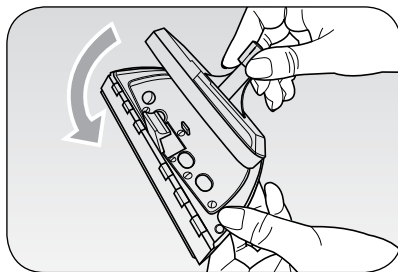

Fig. 6
Na szczotce do tkanin (11) można zamontować szczotkę do szyb. Aby zmontować oba elementy, wsunąć języczki, znajdujące się u podstawy szczotki do tkanin do zaczepów znajdujących się u podstawy szczotki do szyb. Szczotka do szyb pozwala uzyskać lśniące szyby, lustra i inne gładkie powierzchnie. Jest łatwa do użycia, również do czyszczenia kabin prysznicowych. Usuwa wszelkie ślady kamienia (Rys. 6).